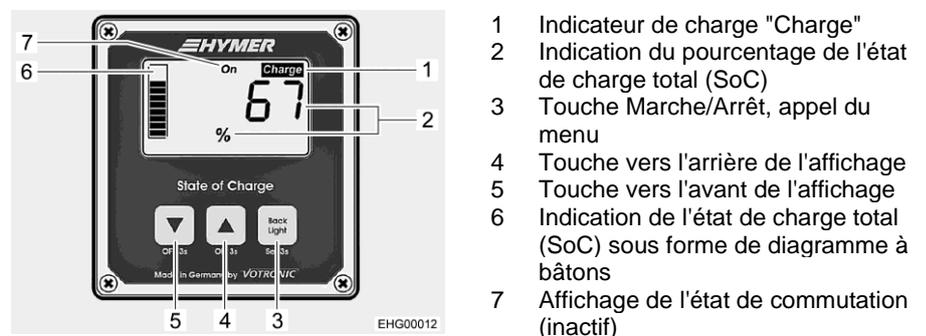

Fig. 102 Panneau d'affichage (indication de l'état de charge total)
Éclairage de l'écran L'éclairage de l'écran s'allume automatiquement lorsque l'on appuie sur une touche du panneau de contrôle. L'éclairage s'éteint automatiquement quand aucune touche n'a été pressée pendant 3 minutes. La touche (Fig. 102,3) permet d'éteindre manuellement l'éclairage de l'écran.
Indiquer l'état de charge total (SoC) À l'écran est indiqué l'état de charge total des batteries au plomb et au lithium désigné par "State of Charge" (SoC). La valeur SoC est indiquée en % (Fig. 102,2), elle est représentée de plus sous forme de diagramme à bâtons (Fig. 102,6).
- Quand la tension est indiquée à l'écran : appuyer brièvement sur la touche (Fig. 102,4) ou la touche (Fig. 102,5) pour commuter sur l'indication de la valeur SoC (Fig. 102,2).
Quand la valeur SoC chute au-dessous de 20 %, l'indicateur "Charge" (Fig. 102,1) clignote. Dans ce cas, recharger les batteries.
- Quand la valeur SoC est indiquée à l'écran : appuyer brièvement sur la touche (Fig. 102,4) ou la touche (Fig. 102,5) pour commuter sur l'indication de la tension de batterie (Fig. 103,1).